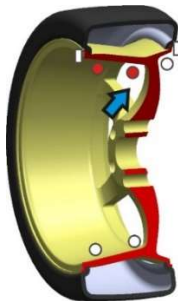

Abb. 6
- Wenn Sie das Rad langsam gegen den Uhrzeigersinn drehen, zeigt die rechte Anzeige mit voll leuchtenden LEDs die korrekte Winkelposition an, in der die Wuchtgewichte (12-Uhr-Position) außen angebracht werden müssen (siehe **Abb.6**).